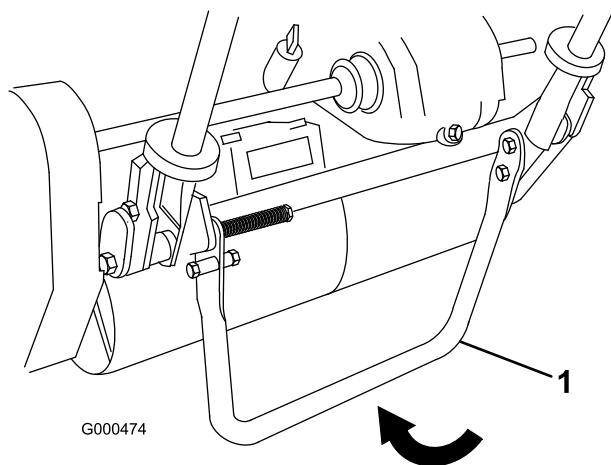

Figura 18
1. Empurre o apoio para baixo com o pé e puxe o manípulo para cima até que o apoio tenha rodado para a frente, em direcção ao centro (Figura 18).